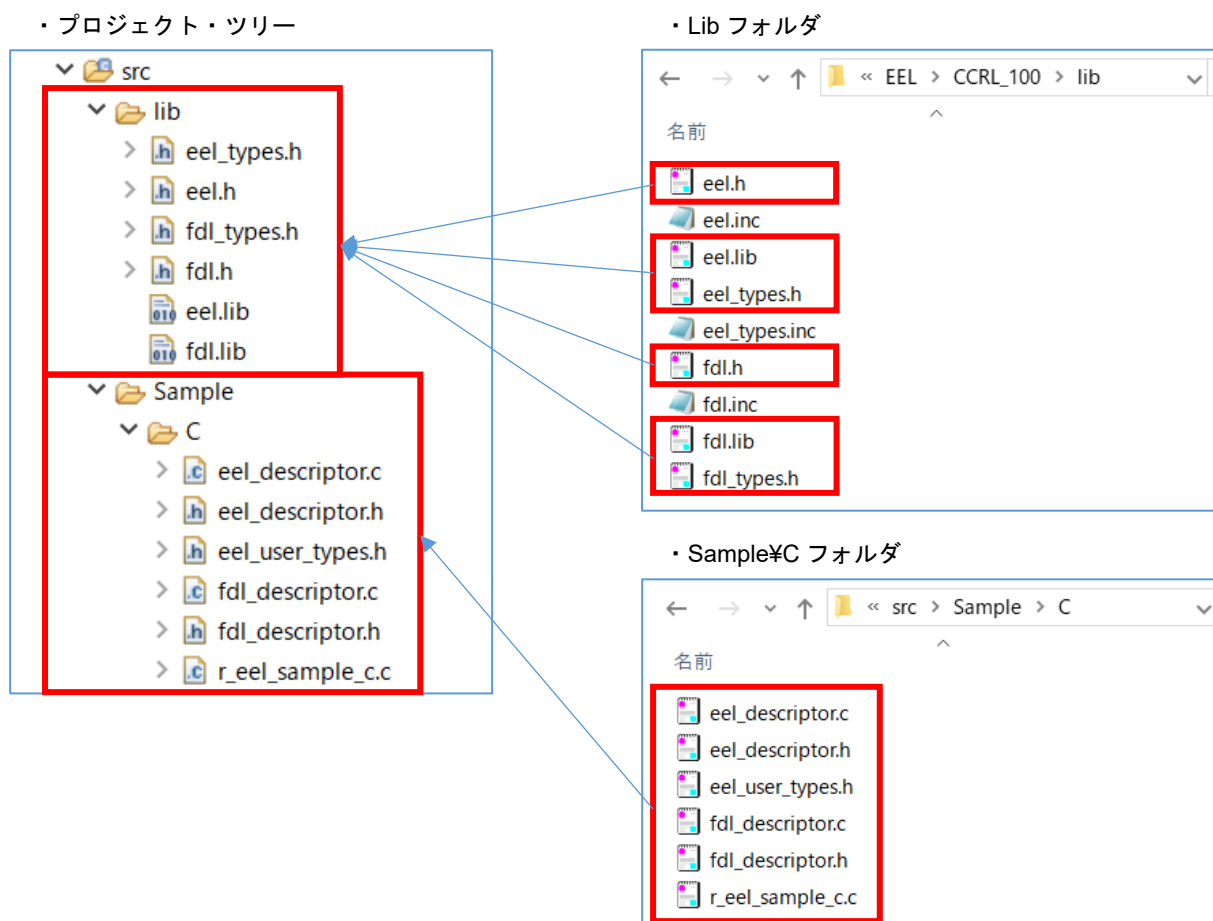

図 6-14 ソース、インクルードファイルの登録(CC-RL)
- CC-RL では、e2 studio が出力する"src"フォルダに"eel.h", "eel\_types.h", "eel.lib", "fdl.h", "fdl\_types.h", "fdl.lib"を登録します。また、ディスクリプタファイル"eel\_descriptor.c", "eel\_descriptor.h", "eel\_user\_types.h", "fdl\_descriptor.c", "fdl\_descriptor.h"とサンプルプログラムファイル"r\_eel\_sample\_c.c"を登録してください (図 6-14)。